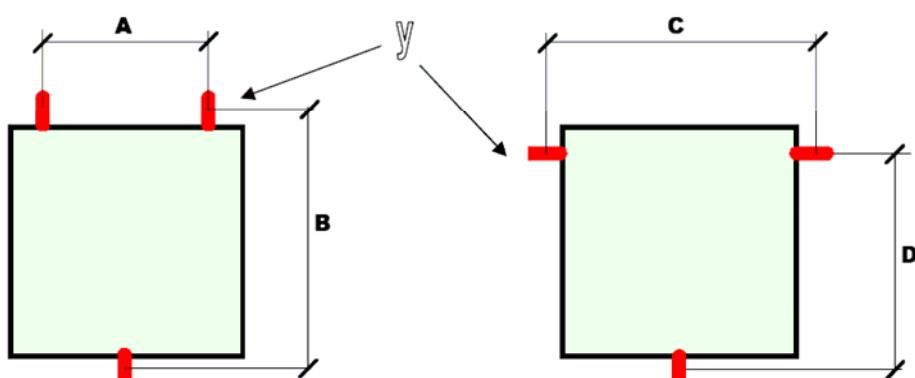

рисунок 1: АВР с 3-мя фиксирующими пластинами
- АВР, предназначенные для настенного монтажа: поставляются с пластинами для крепления на стену (рис. 1).
В табл. 1 приведены установочные размеры для настенного исполнения АВР (см. рис.1 и рис. 1а). Эти расстояния имеют отношение к положению установочных пластин (**У**) и к габаритным размерам АВР (**высота x ширина x глубина**).